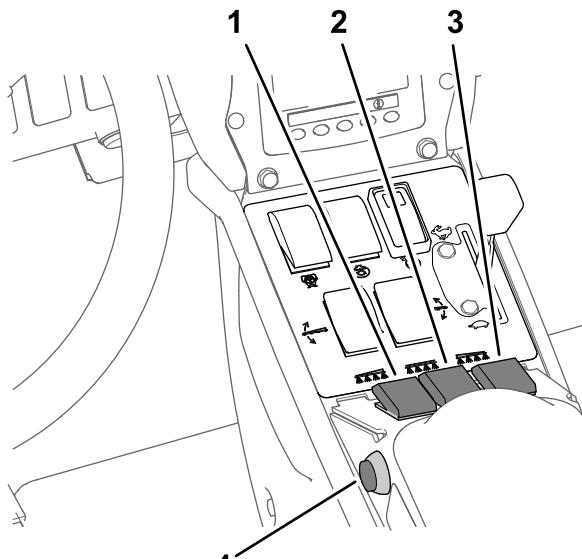

Figura 47
2. Prima o botão 2 para ir para o passo seguinte (Figura 47).
1. Coloque o interruptor da secção principal na posição LIGAR (Figura 47).
3. Coloque o interruptor principal na posição DESLIGAR (Figura 47).